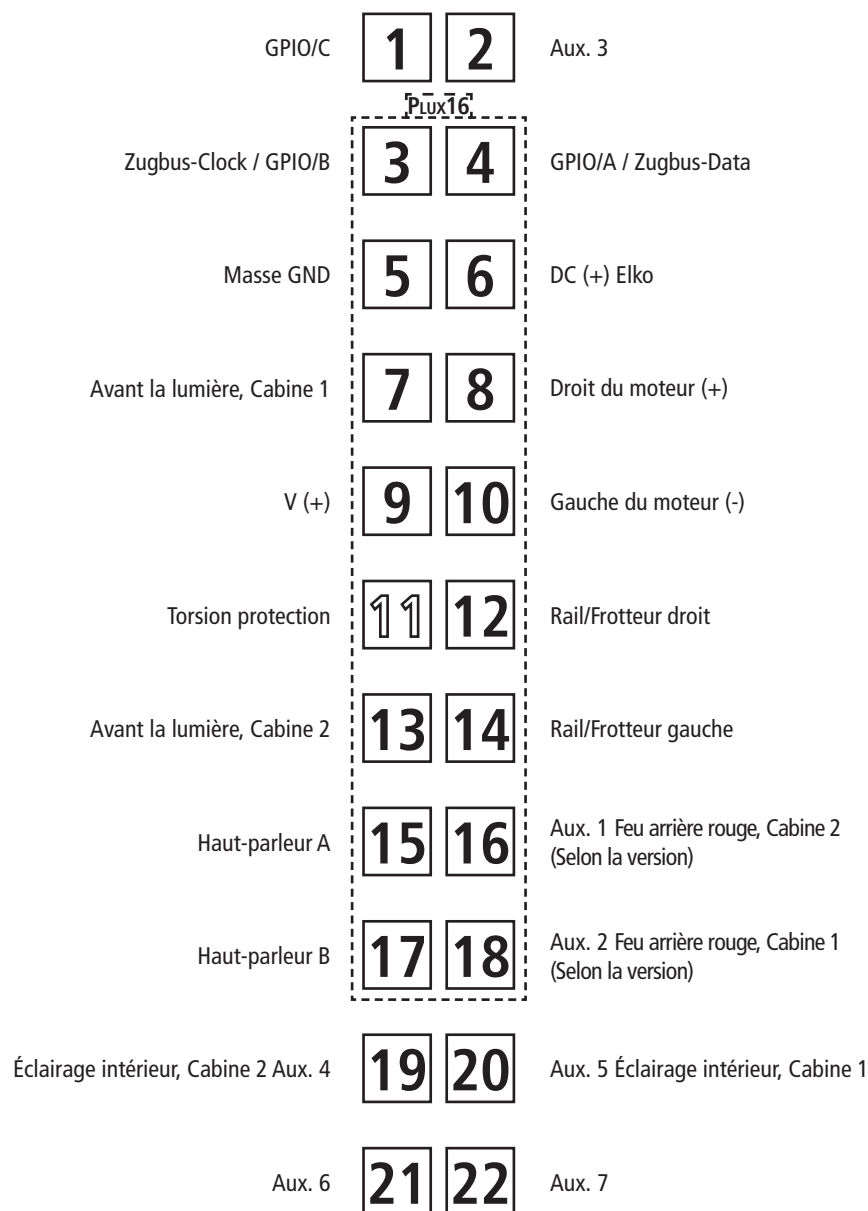

Fig. 5
2. Haftreifenwechsel: Zuerst die Drehgestell-lende abnehmen sowie die Triebstangen abnehmen (Fig. 6). Danach den **Radsatz** herausnehmen und die **Haftreifen** mit einer Nadel od. mit einem feinen Schraubendreher abziehen (Fig. 5). Beim Aufziehen der neuen Haftreifen darauf achten, dass diese sich nicht verdrehen.
2. Change of traction tyre: Remove the bogie blind as well as the driving rod (fig. 6). Take out **wheel set** and remove **traction tyre** using a pin or a fine screwdriver (fig. 5). When pressing on the new traction tyre please **avoid twisting it**.
2. Échange des bandages d'adhérence: Démontez d'abord **les flancs de bogies** des engrenages ainsi que la tige de conduite (fig. 6). Délogez ensuite les essieux bandagés et enlevez, à l'aide d'une aiguille ou d'un tourne-vis fin, les bandages d'adhérence (fig. 5). Lors du montage des nouveaux bandages veuillez veiller à ce que les bandages **ne soient pas tordus**.